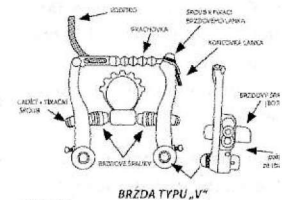

Abb. 3
- V-Brake** – beim Betätigen des Bremshebels müssen die Bremsbeläge mit ihrer gesamten Fläche auf der Felge aufliegen. (Abb. 3 – V-Brake-Bremse)